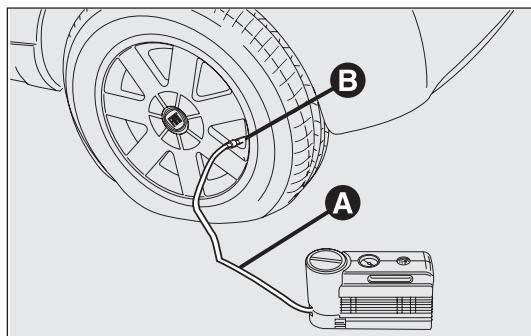

fig. 134
- Tirer le frein à main. Dévisser le capuchon de la valve du pneu, enlever le tuyau flexible de remplissage A-fig. 134 et visser la bague B sur la valve du pneu ;